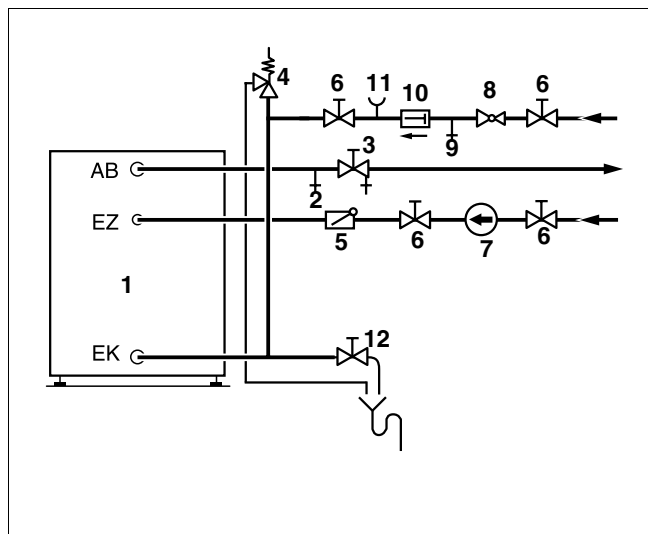

Fig. 3 Installazione e apparecchiatura per rete idrica sanitaria
L'installazione e l'allacciamento della rete idrica sanitaria deve essere effettuata secondo le istruzioni (fig. 3) e in ottemperanza alle norme e ai regolamenti locali in vigore. Effettuare tutti gli allacciamenti idraulici tramite raccordi a vite.
- Montare la valvola d'aerazione e disaerazione nella tubazione dell'acqua calda prima della valvola d'intercettazione (fig. 3).